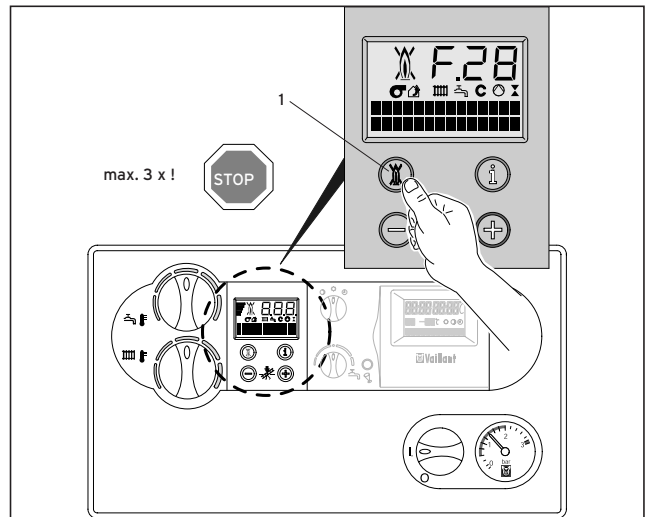

Abb. 3.10 Entstörung
- Drücken Sie in diesem Fall den Entstörknopf (1) und halten Sie ihn ca. 1 s lang gedrückt (Abb. 3.10)